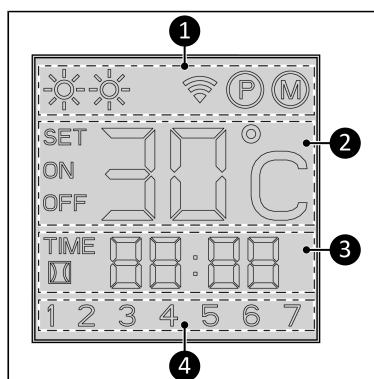

Figure 56.
Indication de statut (Figure 56, pos. 1) :
Témoin de température (Figure 56, pos. 2) :
Indication d'heure (Figure 56, pos. 3) :
Indication de jour (Figure 56, pos. 4) :